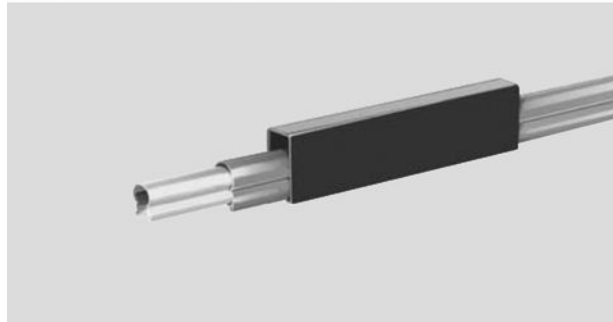

Рис. 3: Закрывающий колпачок
- передвинуть закрывающий колпачок соединителя к левому концу контактного рельса, чтобы освободить место соединения (рис. 3).